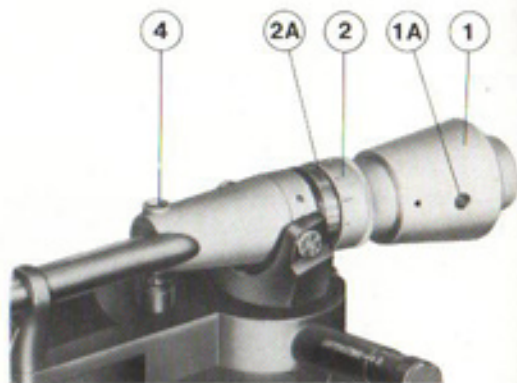

Fig. 3
7. Inserire il contrappeso 1 sulla parte posteriore del braccio, come indicato in Fig. 3. Il bilanciamento del braccio deve eseguirsi dopo il montaggio della testina, come descritto al paragrafo: «Regolazione peso puntina».
7. Insert counterweight 1 (see Fig. 3) onto rear of tonearm shaft. Arm adjustment will be made after mounting cartridge (refer to «Stylus pressure adjustment»).
2. Ruotare la ghiera 2 (Fig. 3) del braccio in modo che la linea di riferimento coincida con «0».
3. Far scorrere il contrappeso 1 (Fig. 3) avanti e indietro fino a bilanciare perfettamente il braccio.
4. Bloccare la vite 1A (Fig. 3) del contrappeso con un piccolo cacciavite, avendo cura che, per motivi estetici, la vite non sia visibile dall'alto.
5. Ruotare la ghiera 2 (Fig. 3) finché il valore del peso puntina raccomandato dal fabbricante della testina coincida con la linea di riferimento sull'anello 2A.
2. Rotate tonearm ring nut 2 (see Fig. 3) until reference mark lines up with «0» on dial position.
3. Slide counterweight 1 (see Fig. 3) back and forth until tonearm is perfectly balanced horizontally.
4. Tighten counterweight nut 1A (see Fig. 3) using a small screw driver and make sure that nut is not visible from above for appearance.
5. Rotate ring nut 2 (see Fig. 3) until the value of stylus pressure recommended by the cartridge manufacturer lines up with the mark on dial ring 2A (see Fig. 3).